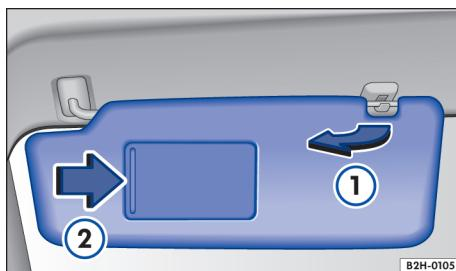

Fig. 85 No revestimento do teto dianteiro: para-sol.
- Desencaixar do suporte e rebater na direção das portas → **Fig. 85 ①**.